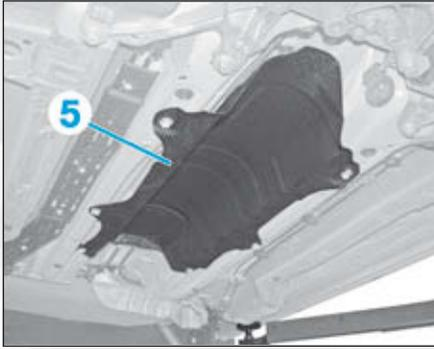

FIG.16
- l'écran thermique (5) (Fig.16).